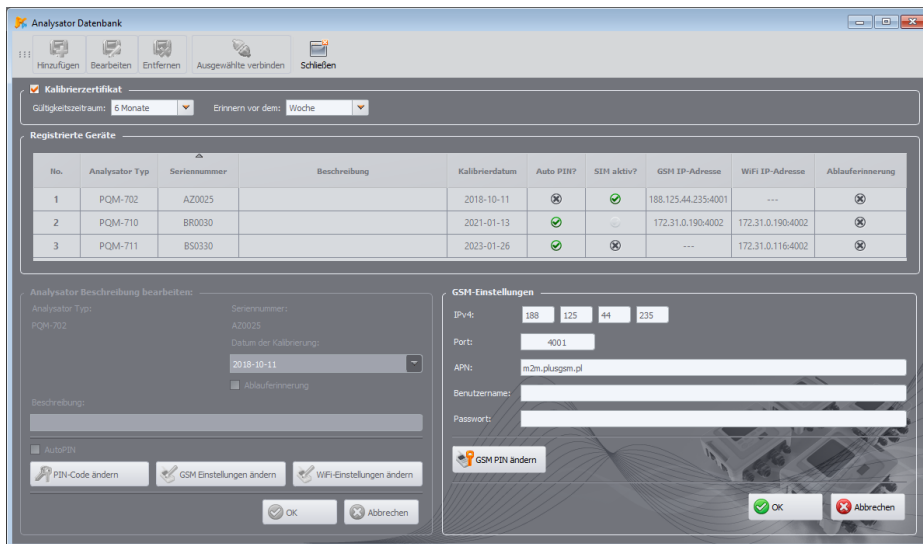

Abb. 42. Eingabe von GSM-Einstellungen in die Analysatordatenbank.
- Es erscheint die Meldung „*Analysator ist nicht verbunden*“, gleichzeitig wird ein Offline-GSM-Einstellungsfeld angezeigt, in das die IP-Nummer des Analysators eingegeben werden kann (Abb. 42).